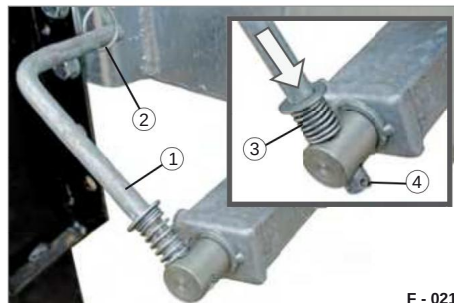
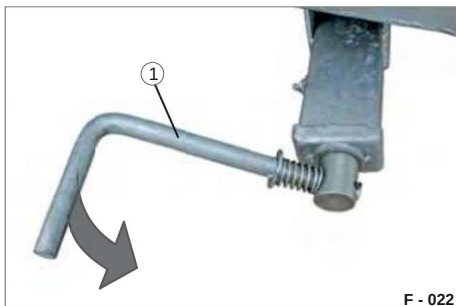

Fig. 46 Freno di stazionamento del mandrino fissato
Fig. 47 Rilasciare il freno di stazionamento del mandrino
ÿ Premere la manovella (Fig. 46/1) contro la molla di compressione (Fig. 46/3). ÿ
Contemporaneamente ruotare la manovella (Fig. 46/1) in modo che il perno (Fig. 46/4) si innesti.
ÿ Spingere il gancio della sicura fune di fissaggio (Fig. 46/2) sopra la manovella.
• Sganciare il gancio (Fig. 46/2) dalla manovella (Fig. 47/1).
• Girare la manovella (Fig. 47/1).
• Ruotare la manovella (Fig. 47/1) in senso antiorario fino all'arresto.